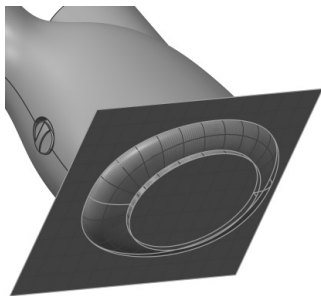

图 8-60 底座曲面复制几何
(1) 参照步骤 3 (1)、(2) 新建“底座.prt”，选取【默认】约束，完成“底座.prt”的装配。
(2) 参照步骤 3 (3) 选取如图 8-60 的蒸脸器底座曲面；然后选取底座分型面复制几何。